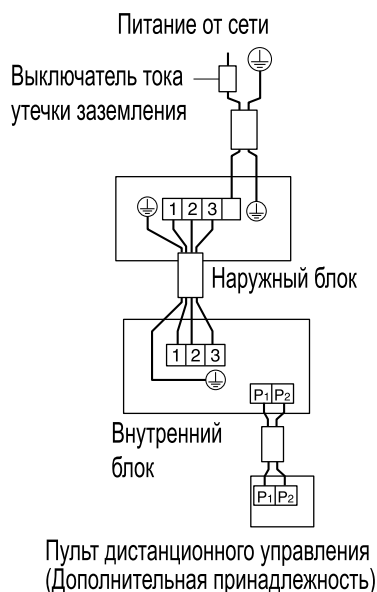

Рис. 34
- **Парный тип:** один пульт дистанционного управления управляет одним внутренним агрегатом (стандартная система). (См. Рис. 34)